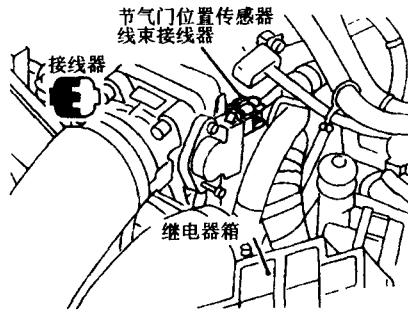

图 1-14 节气门位置传感器接线器—3.0L (VG30DE 及 VG30DETT) 发动机
8) 使发动机停车，并连接节气门位置传感器接线器，其位置如图 1-14 所示。